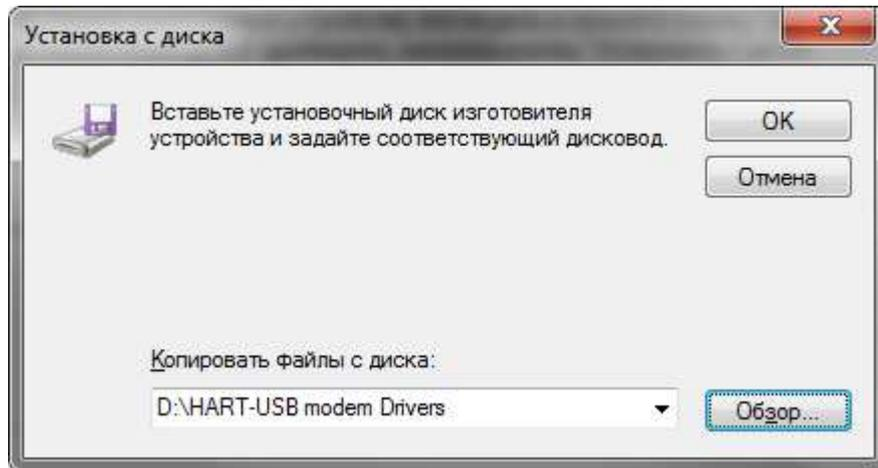

Рисунок 22
2.2.4.9 В окне «Установка с диска» (рисунок 22) нажать кнопку «Обзор» и указать путь к папке «HART-USB modem Drivers» на компакт-диске из комплекта поставки. Первым для установки выбрать драйвер FTDIBUS.inf, ответственный за работу USB шины модема, нажать кнопку «Открыть» в соответствии с рисунком 23. В окне «Установка с диска» (рисунок 22) нажать кнопку «ОК».